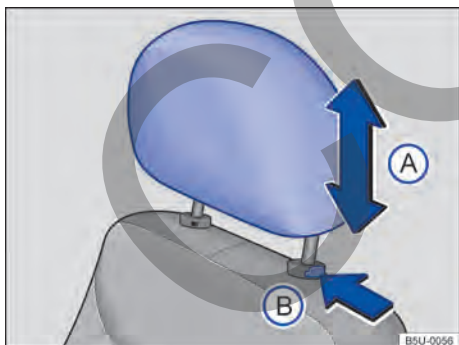

Fig. 56 Apoyacabezas delanteros: ajustar.
- Empujar el apoyacabezas hacia arriba o hacia abajo en el sentido de la flecha → fig. 56 (A) → ⚠ en *Introducción al tema* de la pág. 69.